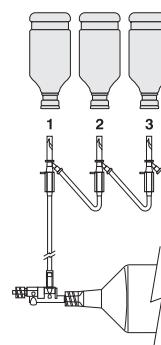

Figura 1:
- b. Retirar a cobertura protectora do pino 1 (ver a figura 1) e introduzi-lo numa garrafa de meio de contraste.
- c. Retirar a cobertura protectora do pino 2 (ver a figura 1) e introduzi-lo numa garrafa de meio de contraste.
- d. Retirar a cobertura protectora do pino 3 (ver a figura 1) e introduzi-lo numa garrafa de meio de contraste.
- As garrafas de meio de contraste são automaticamente esvaziadas de modo sucessivo da garrafa 3 para a garrafa 2 e da garrafa 2 para a garrafa 1 (ver a figura 1). Deste modo, a garrafa 3 será a primeira a ser esvaziada, a segunda será a garrafa 2 e, finalmente, a garrafa
- b. Retire la cubierta protectora de la espita 1 (ver figura 1) e insertela en un frasco de contraste.
- c. Retire la cubierta protectora de la espita 2 (ver figura 1) e insertela en un frasco de contraste.
- d. Retire la cubierta protectora de la espita 3 (ver figura 1) e insertela en un frasco de contraste.
• Los frascos de contraste se vacían automáticamente en sucesión, del frasco 3 al 2, y del 2 al 1 (ver figura 1). De esta manera, primero se vaciará el frasco 3, luego el frasco 2, y finalmente el frasco 1.
- b. Remova a tampa protetora do perfurador 1, (consulte a Figura 1) e insira-a em um frasco de contraste.
- c. Remova a tampa protetora do perfurador 2, (consulte a Figura 1) e insira-a em um frasco de contraste.
- d. Remova a tampa protetora do perfurador 3, (consulte a Figura 1) e insira-a em um frasco de contraste.
- Os frascos de contraste são esvaziados automaticamente em sucessão, do frasco 3 para o frasco 2 e do frasco para o frasco 1 (consulte a Figura 1). Dessa forma, o frasco 3 esvaziará primeiro, seguindo pelo frasco 2 e depois pelo frasco 1.